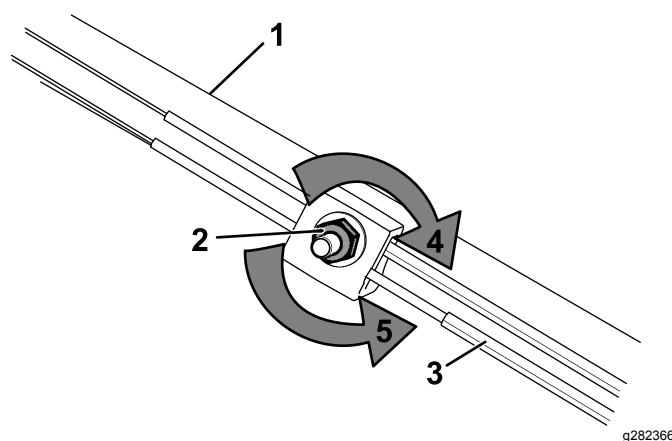

Figura 52
- Girate il dado di regolazione in senso antiorario per allentare la regolazione del cavo (Figura 52).
- Regolate la tensione sul cavo (Figura 52) tirandola in avanti o spingendola indietro e tenendo la posizione.